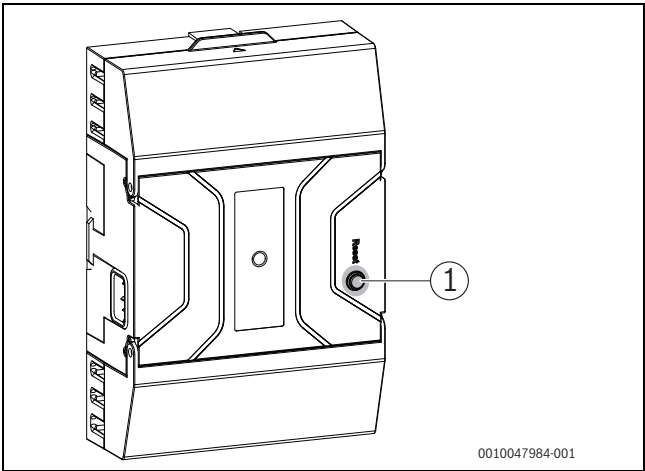

Bild 86 Störungen am Feuerungsautomat zurücksetzen
- Taste „Entstören“ am Feuerungsautomat drücken (→Bild 86).